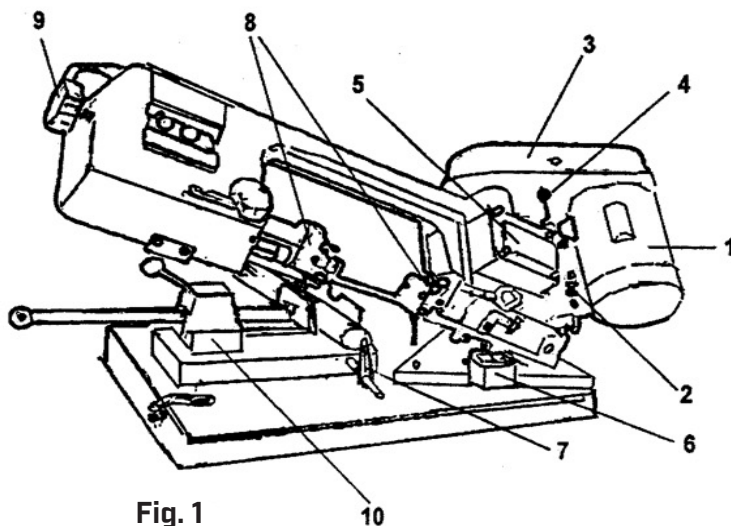

Fig. 1
Remafskærmningen (fig. 1, pkt. 3) sidder over to aksler, den ene fra motoren, (fig. 1, pkt. 1), den anden fra gearkassen (fig. 1, pkt. 5), som driver savklingen. Gearkassen forløber gennem en cirkulær plade (stykliste nr. 72) fastgjort med tre skruer. Det er nødvendigt at fjerne de øverste skruer før montering af remafskærmningen. Herefter sænkes remafskærmningen over akslerne, så det aflange hul er placeret over motorakslen.
Af sikkerhedsmæssige årsager er der en mikroafbryder, der automatisk afbryder strømforsyningen, hvilket forhindrer maskinen i at starte, når rembeskyttelsesdækslet åbnes. Mikroafbryderen er monteret på indersiden af remafskærmningen mellem de to skiver. Den elektriske forbindelse skal etableres nu. For at gøre dette er det først nødvendigt at fjerne mikroafbryderen fra sin plads ved at løsne de to monteringsskruer. Et kabel, hvoraf to ledninger er forsynet med trykknapper, skubbes ind på hovedhuset under remafskærmningen (på motorsiden). Ledningerne føres gennem hullet og muffen, der findes i remafskærmningen, under mikroafbryderen (fig. 1, punkt 4).
Et arbejdsstop (fig. 1, pkt. 7) medfølger, og dette bruges til at tillade emner af samme længde at skæres uden at skulle måle hvert stykke individuelt. Det består af to dele, arbejdsstoppet og monteringsstangen. Skub stangen ind i hullet i kanten af ambolten, og fastgør med den medfølgende trykskrue. Monter arbejdsstoppet på stangen med den flade del mod savklingen, og fastgør det midlertidigt med den medfølgende trykskrue; pas på ikke at skubbe det for langt ind, da det kan forstyrre savklingen, når den sænkes.
2. Tryk let på klingens med venstre hånd, så klingens bagside rører knivhjulets flange, og juster med hjulet til klingespændingen (fig. 1, punkt 9) med højre hånd, indtil klingens ikke glider.
Hæv savhovedet til lodret position. Løsn justeringshjulet til klingespændingen (fig.1, punkt 9) nok til at tillade savklingen at glide af hjulene. Monter den nye klinge som følger:
2. Åbn hurtiglåsen i ambolten (fig. 1, punkt 10), og anbring emnet i den. Hvis emnet er langt, skal du støtte enden.